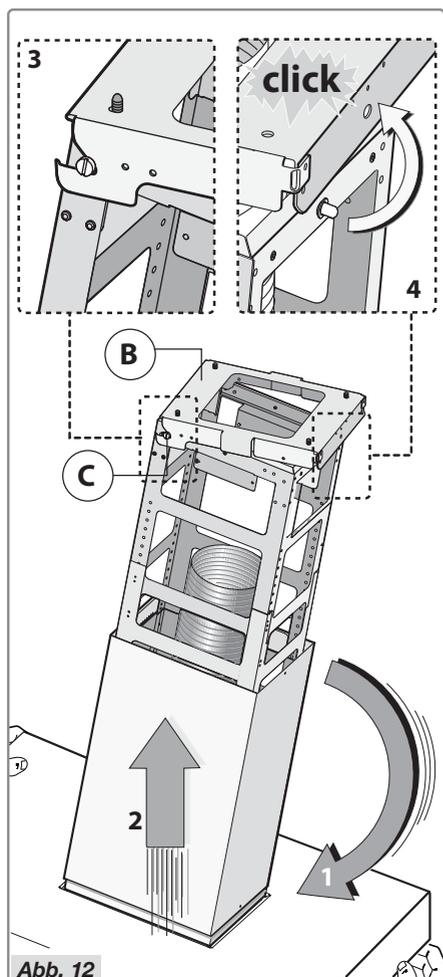

Abb. 12
- Kippen Sie die Abzugshaube, wie in Abbildung 12 – Schritt 1 dargestellt.
- Verwenden Sie die 2 Drehzapfen C, die sich bereits an der Konstruktion befinden, um die Abzugshaube an die Halterung B zu hängen. Abbildung 12 – Schritte 2-3.
- Positionieren Sie die Abzugshaube so, dass der Sicherheitsbolzen in das Loch der Halterung B einrastet. Abbildung 12 – Schritt 4.